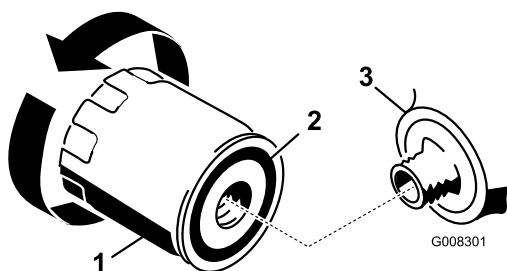

Bild 26
2. Entfernen Sie den alten Ölfilter und wischen Sie die Dichtfläche am Anbaustutzen ab (Bild 26).
3. Schmieren Sie die Gummidichtung am neuen Ölfilter (Bild 26) mit etwas Frischöl ein.
5. Ziehen Sie den Filter um eine weitere $\frac{1}{2}$ bis $\frac{3}{4}$ Umdrehung (Bild 26).